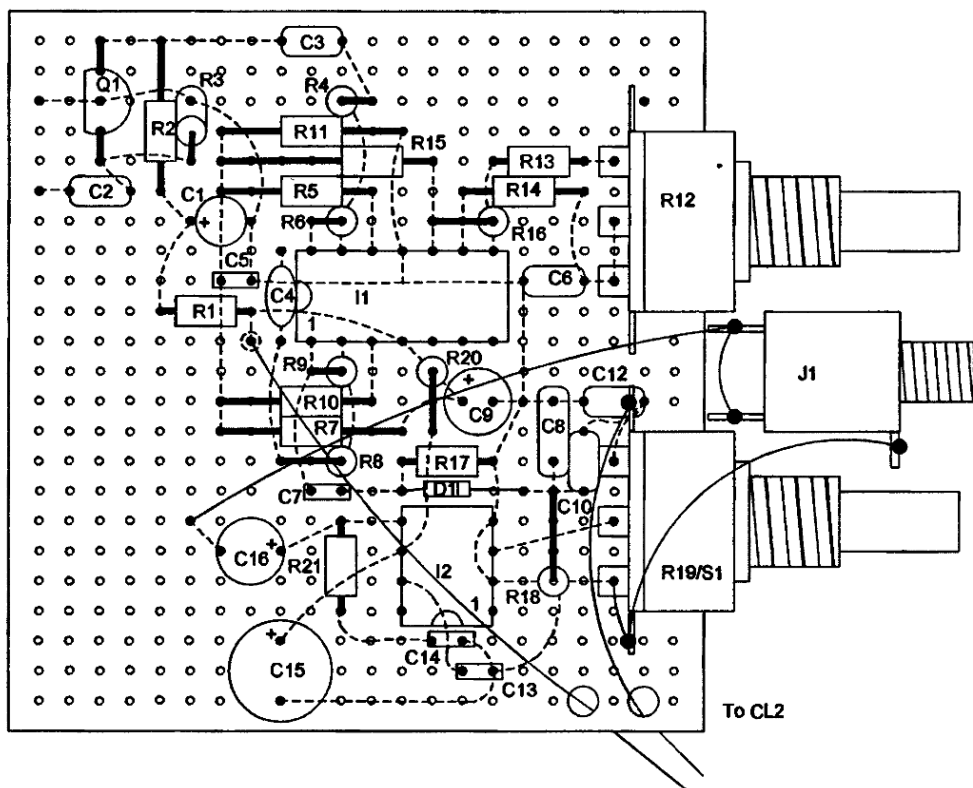

Рис. 26.3. Макетная плата в сборе
2. Вставьте компоненты, начиная с левой стороны макетной платы с перфорацией, следуя плану, показанному на рис. 26.3, для подключения платы к другим секциям конструкций и используя 2 отверстия справа внизу в качестве ориентиров. Плата имеет размеры 5,72×5,72×0,25 см. Вместо нее можно использовать плату с печатной разводкой проводников PCB, которую также можно приобрести через сайт www.amasing1.com.